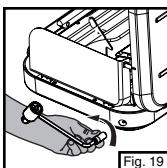

Fig. 19
- Remove regulator from stove. (Fig. 19)
- Quite el regulador de la estufa. (Fig. 19)